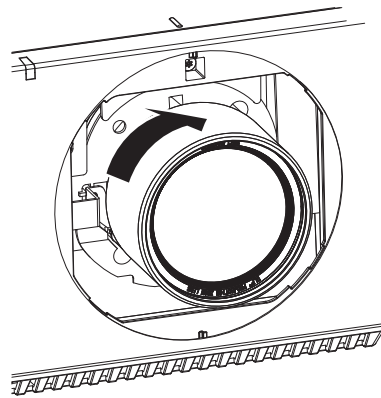

Figura 2
- 2) **Gire la lente de proyección en el sentido de las agujas del reloj hasta que haga clic. (Figura 2)**